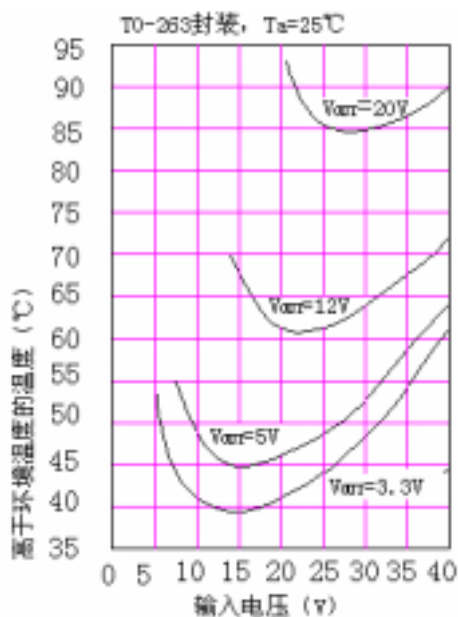

图 19
TO-263 (S) 封装的 LM2596 是要焊接在 PCB 板上的表贴元件，铜和 PCB 板有助于这种封装器件和其他散热元件，如续流二极管和电感的散热。焊接这种封装器件的 PCB 上的覆铜区域至少要有 0.4 平方英寸，更多的覆铜区域会改善热特性，但是，当的面积大于 6 平方英寸时，在散热方面的改善就很小，如果还需要进一步改善散热，就建议使用覆铜区域大的多次 PCB 板或在通风的情况下使用。图 19 是在负载电流为 2A，不同输入电压和输出电压情况下，TO-263 封装的 LM2596 的温度高出环境温度的有关曲线。